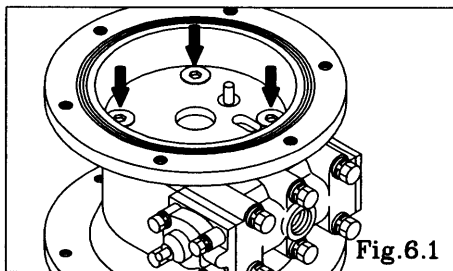

Fig. 6.1
- 拆下空气室的8处安装螺栓，取下空气室和密封垫圈。（Fig.6.1）